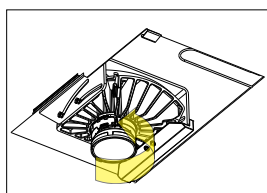

fig. 21
- Saisissez l'optique et tournez-la dans le sens inverse des aiguilles d'une montre pour la déverrouiller. Tirez-la vers vous pour la retirer (voir fig. 21). Si l'optique ne peut pas être retirée à la main, une ventouse peut être utilisée.